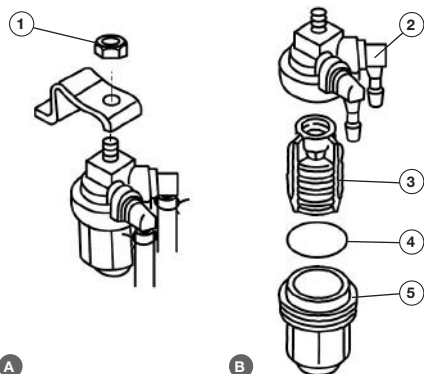

Рис. 53 Обслуживание топливного фильтра
1. Открутите гайку 1 крепления фильтра в сборе (Рис. 53А) и снимите фильтр.
2. Подложите под фильтр кусок ветоши, затем открутите стакан 5 фильтра (Рис. 53В). Если в топливе в стакане фильтра будет обнаружено какое-либо количество воды, внешний топливный бак должен быть проверен и промыт.
3. Извлеките фильтрующий элемент 3 и промойте его чистым бензином. Дайте ему просохнуть. Затем осмотрите фильтрующий элемент 3 и уплотнительное кольцо 4, чтобы убедиться, что они находятся в хорошем состоянии (Рис. 53В). Если потребуется, произведите их замену.
4. Произведите очистку стакана 5 фильтра (Рис. 53В).